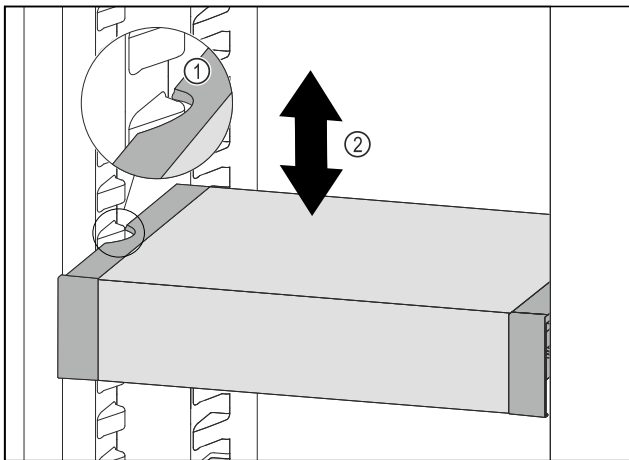

Fig. 77
- ▶ VarioSafe nach vorne ziehen, bis sich die seitlichen Aussparungen des VarioSafes auf Höhe der Behälterrippe im Kühlteil befinden. Fig. 77 (1)
- ▶ VarioSafe im Kühlteil nach oben oder unten bewegen, bis gewünschte Höhe erreicht ist. Fig. 77 (2)